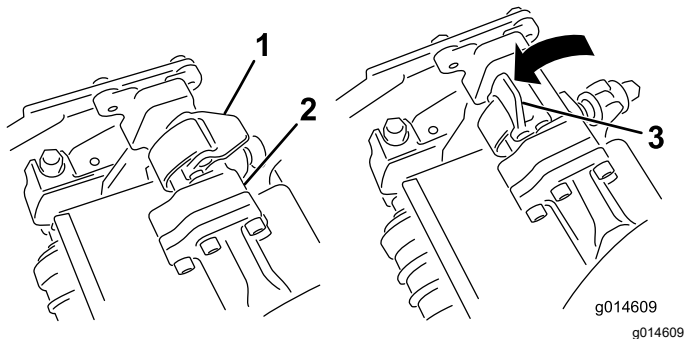
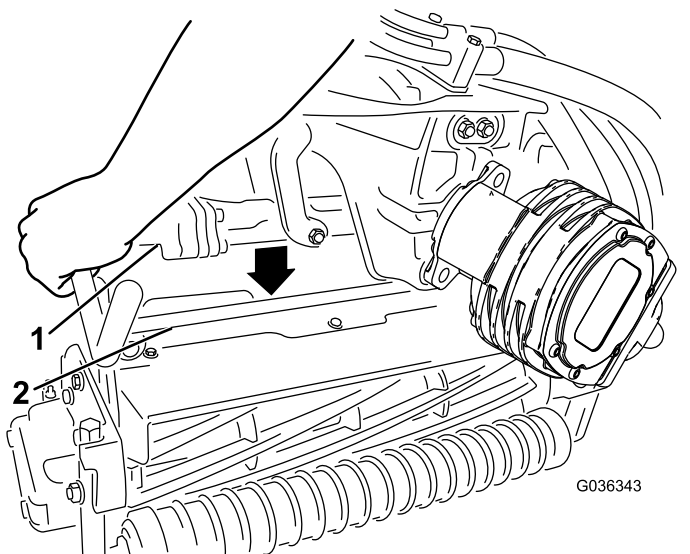

図 62
図 63
- サスペンションアームのバーについているラッチ 図 62を開き、サスペンションアームを押し下げてバーをカッピングユニットの両方のピッチアームの上におろし、ラッチがカッピングユニットのクロスバーの下にくるようにする 図 63。
- ラッチを下げて閉じるとカッピングユニットのバーがロックされてユニットがアームにセットされる 図 62。
6. 取り外したいカッピングユニットのサスペンションアームのバーについているラッチを開く 図 62。